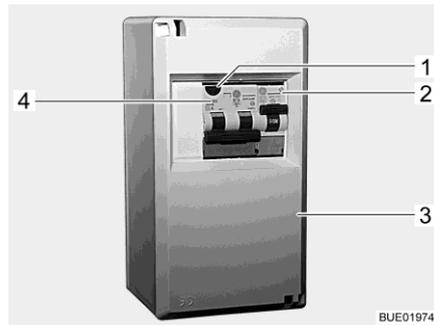
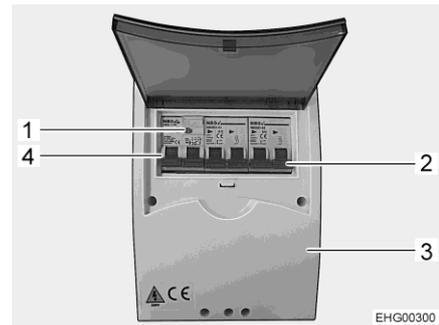

Fig. 202 Scatola dei fusibili a 230 V
Fig. 203 Scatola dei fusibili 230 V (variante)
Un interruttore di sicurezza per correnti di guasto combinato (Fig. 202,4 o Fig. 203,4) nella scatola dei fusibili (Fig. 202,3 o Fig. 203,3) protegge l'intero veicolo da correnti di guasto (0,03 A).
Per veicoli con dotazioni opzionali (p. es. l'impianto di climatizzazione) un ulteriore interruttore di sicurezza (10 A) (Fig. 202,2 o Fig. 203,2) protegge l'apparecchio.
- Se il veicolo è collegato all'alimentazione a 230 V, premere il tasto di controllo (Fig. 202,1 o Fig. 203,1). L'interruttore di sicurezza per correnti di guasto deve scattare.